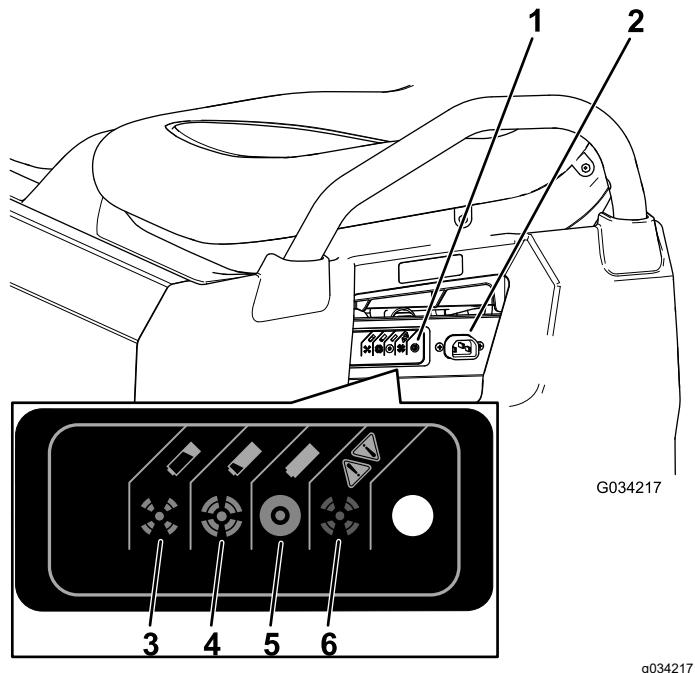

Рисунок 36
- Подсоедините зарядный шнур типоразмера **16 (или большего диаметра), длиной 2,5 м (или более короткий)** к зарядной розетке автомобиля (Рисунок 36).
Информацию о значении различных цветов индикатора статуса зарядного устройства см. в следующей таблице и на Рисунок 36.